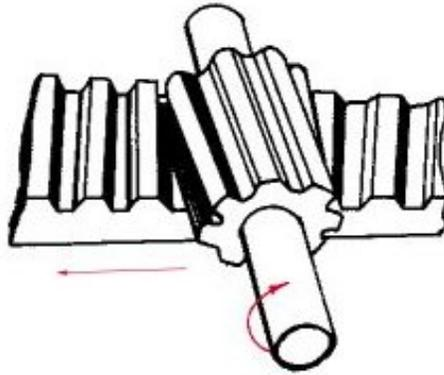

Fig. 3.
- Por cremallera. En este sistema, columna acaba en un piñón. Al girar por ser accionado el volante, hace correr una cremallera dentada unida a la barra de acoplamiento, la cual pone en movimiento todo el sistema (Fig. 3).